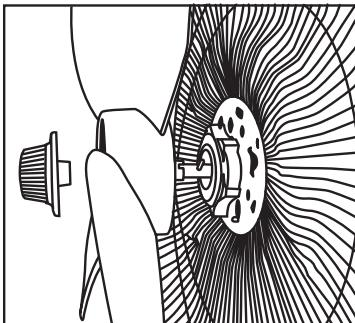

Fig. 4
4. Inserte las aspas (3) y fíjelas girando la capucha (2) en sentido contrario a las agujas del reloj (**Fig. 4**). Compruebe que giran perfectamente.
4. Insert the blades (3) and lock them in place by turning the hood (2) anti-clockwise (**Fig. 4**). Check that they turn correctly.